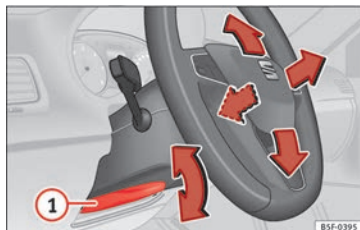

Fig. 18 Leva nella parte inferiore del lato sinistro del piantone dello sterzo.
• Regolazione della posizione del volante: tirare la leva » » » **fig. 18** ① verso il basso, muovere il volante verso la posizione desiderata e risollevare la leva fino al punto di chiusura.